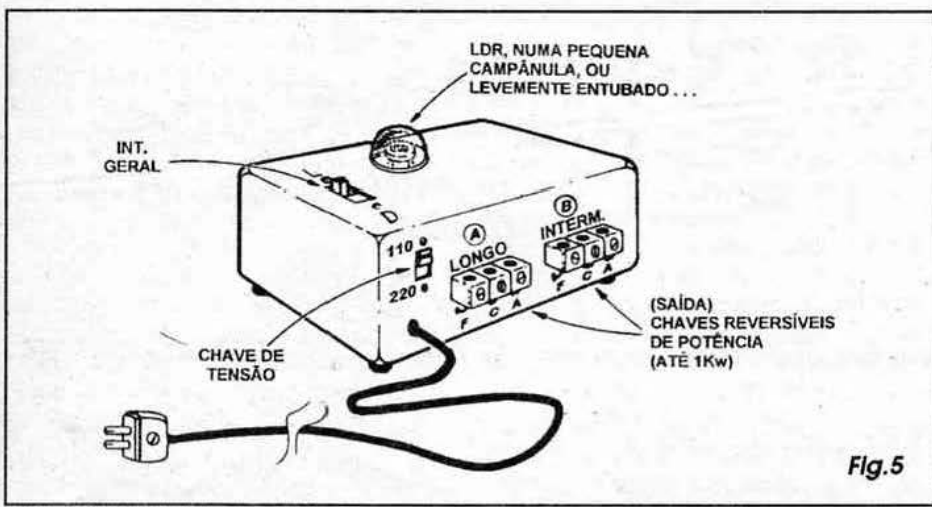

Fig.5
- 1 - Caixa para abrigar o circuito (VER SUGESTÃO NA FIG. 5, MAIS ADIANTE...)
- 1 - Pequena campânula translúcida, ou pequeno tubo, com diâmetro compatível com as dimensões do LDR utilizado (VER FIG. 5)
- FIG. 5 - A CAIXA DO SPIE... - No item **OPCIONAIS/DIVERSOS** da **LISTA DE PEÇAS** o leitor/hobbysta notará que não especificamos medidas para o *container*, isso porque as dimensões da caixa dependerão do tamanho efetivo do transformador. (que pode variar um tanto...), da disposição externa adotada para os conectores e controles, tipo de acomodação dada ao foto-sensor (LDR), etc. De qualquer modo, não será difícil encontrar uma caixa padronizada plástica, de boa qualidade e preço moderado, nas dimensões e formas convenientes, resultando num *lay out* igual ou próximo ao sugerido... Observar, principalmente, a colocação do LDR, que